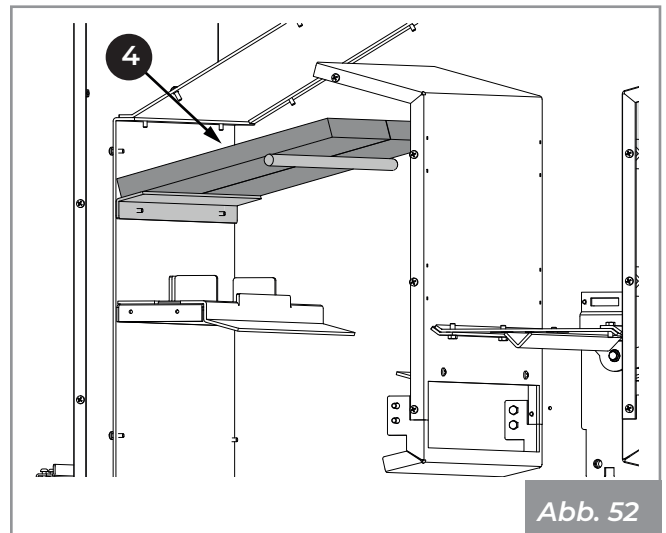

Abb. 52
7) Die Platten herausziehen und entfernen (4) (Abb. 52).